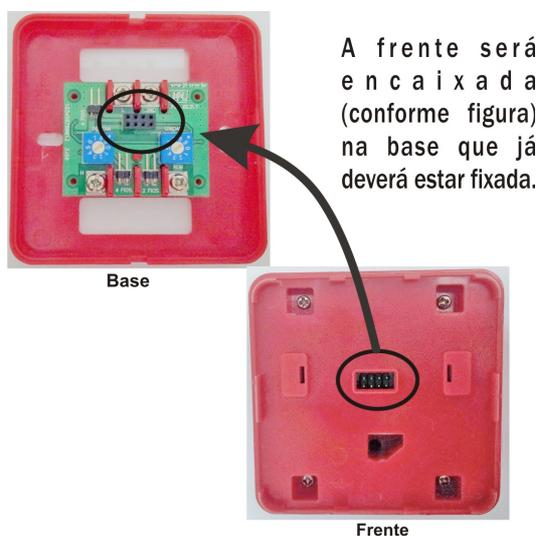

Figura 3
- Após a instalação e endereçamento da base, a frente deve ser conectada à base, conforme a figura 3.